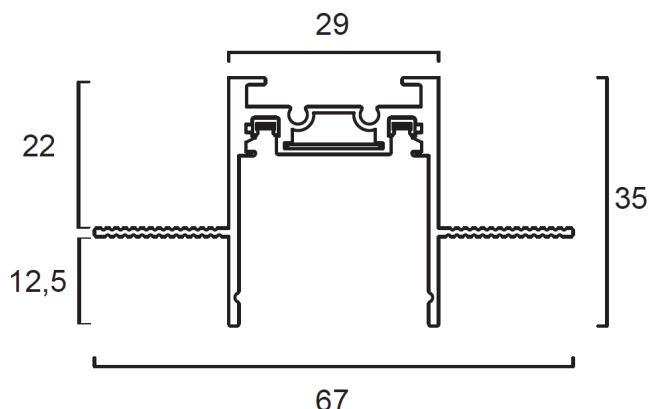

Рис.1
2. Подготовьте на монтажной поверхности нишу согласно размерам, рис.1.